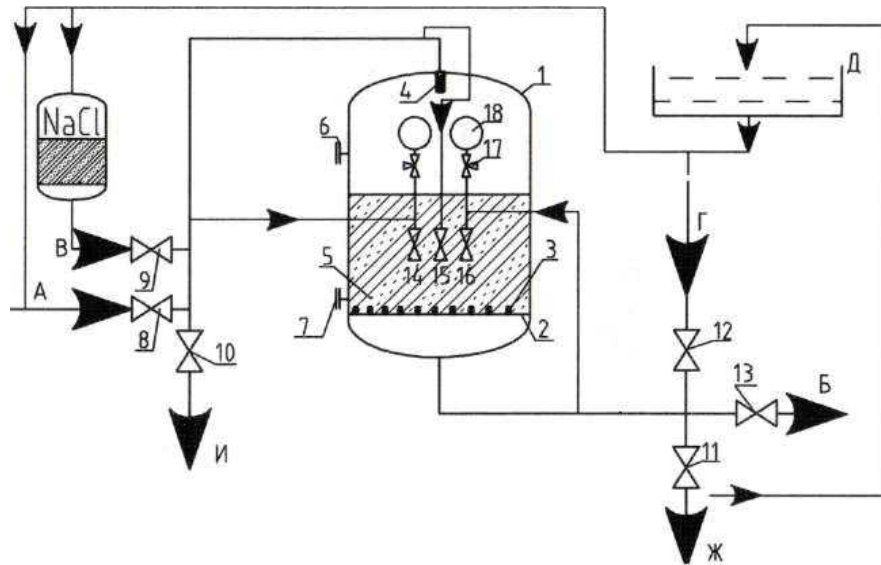

рис. 1 Принципиальная схема фильтра ФИПа I
2.1. Фильтр натрий-катионитный представляет собой вертикальный цилиндрический аппарат, состоящий из следующих основных элементов: корпуса 1 (см. рис.1), нижнего дренажно-распределительного устройства 2 с дренажными щелевыми колпачками 3 и верхнего распределительного устройства 4, люка для загрузки 6, штуцера для гидровыгрузки 7, фильтрующего материала 5, фронта трубопроводов с запорной арматурой в виде вентилей – 14, 15, 16, задвижек – 8, 9, 10, 11, 12, 13, кранов 3-х ходовых 17, манометров 18, люка для осмотра и технического обслуживания, пробоотборного устройства.